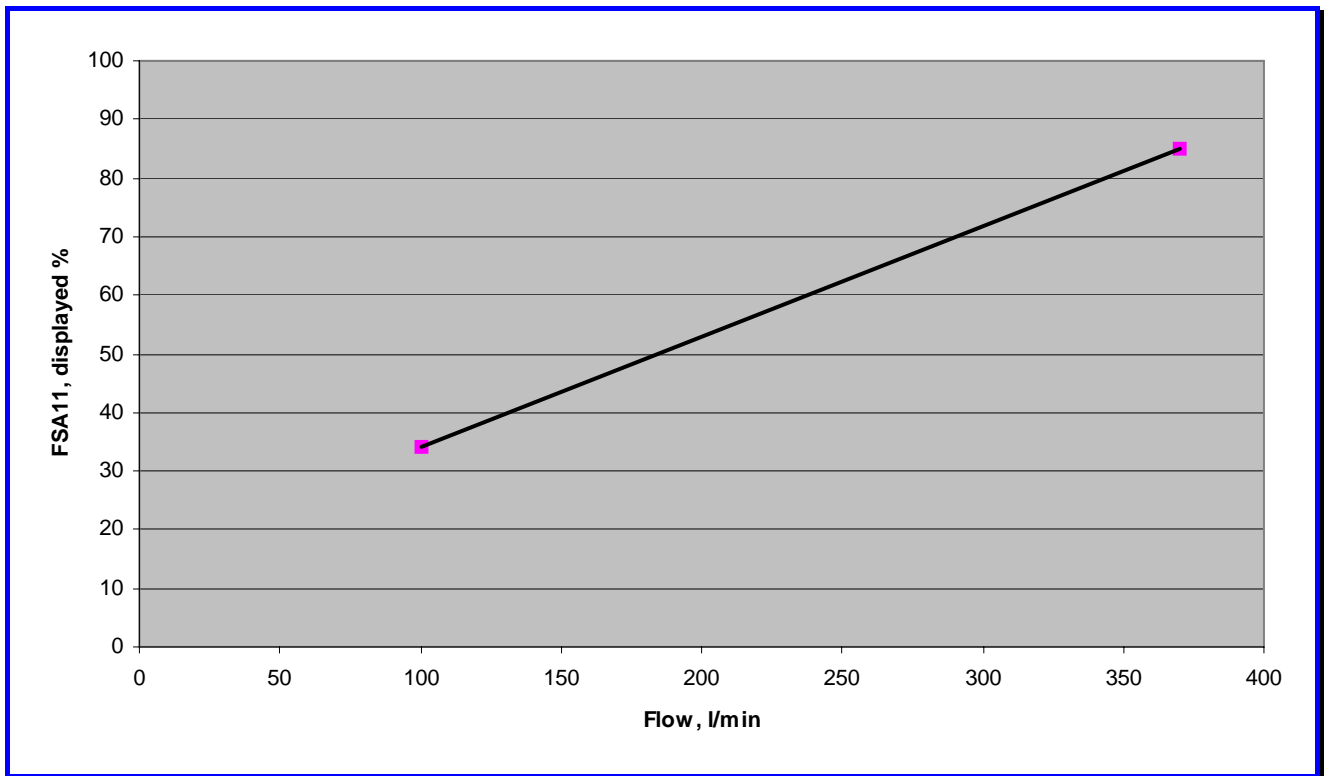

图 3.4-1 FSA11 流量开关的转换表
2. 检查 FSA11 流量开关的实际流速（%），通过图 3.4-1 的流速图将其转换成升/分。
- FSA11 的设置点应低于额定需求流量 10%。Ch74 的额定流量是 315 升/分，因此开关点应设置为 283 升/分（ 315×0.9 ）。从图 3.4-1 中，可以确定相当于 FSA11 流量的 70% 值 283 升/分。关于如何修改 FSA11 开关点的信息见第 3.3.5 章 FSA11 流量开关功能。